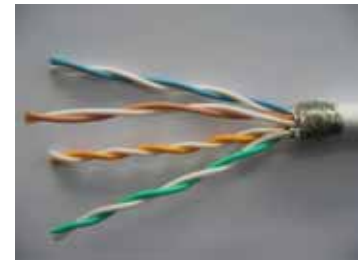

Bild 59: Vorbereitetes Kabel
1. Das Kabel wird vorbereitet. Während der Vorbereitung sicherstellen, dass der Schirm nicht beschädigt wird. Falls ein Kabel mit Geflechtsschirm, wie bei einem PIMF Kabel, installiert wird, muss das Geflecht gemäss Bild 59 um das Kabel angeordnet werden.